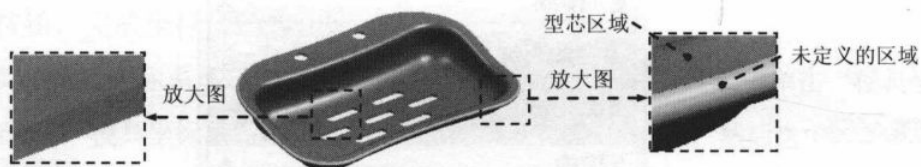

图 1.8 设置区域颜色
Step2. 拆分面。在“检查区域”对话框中单击“计算”按钮，系统开始对产品模型进行分析计算。单击**面**选项卡，可以查看分析结果。单击**区域**选项卡，取消选中**内环**、**分型边**和**不完整的环**三个复选框，然后单击“设置区域颜色”按钮，设置各区域的颜色，结果如图 1.8 所示；在**未定义的区域**区域中选中**交叉竖直面**复选框，此时系统将所有的交叉竖